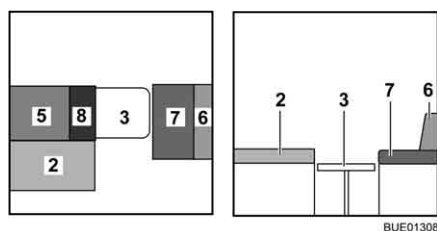

Fig. 142 Pendant la transformation
- Placer le coussin supplémentaire (Fig. 142,8) sur la table.